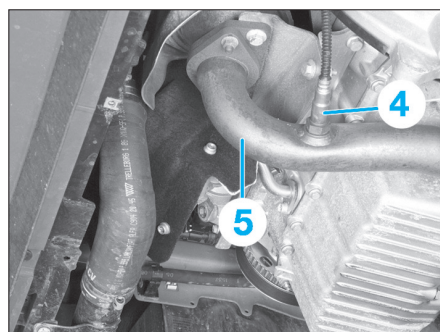

Fig. 19
- la sonde lambda avale (4) (Fig.19),
- le tube d'échappement intermédiaire (5),